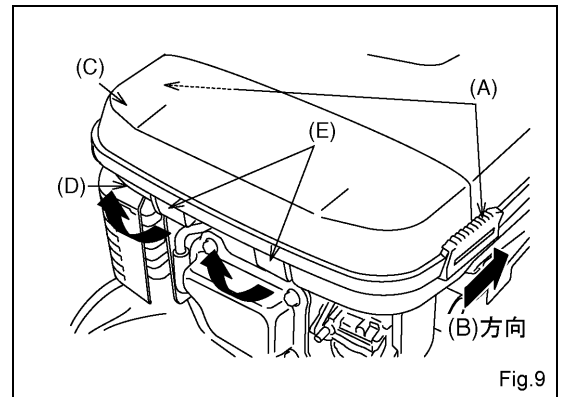

Fig.9
- (1) 両側の止め金 (A) を (B) の方向に動かしてエアクリーナケース (C) とエアクリーナボディ (D) の締め付けをゆるめます。次に2つの掛金 (E) を両手で引きながら天方向へ引き上げてエアクリーナケースをエアクリーナボディから外して下さい。(Fig.9)